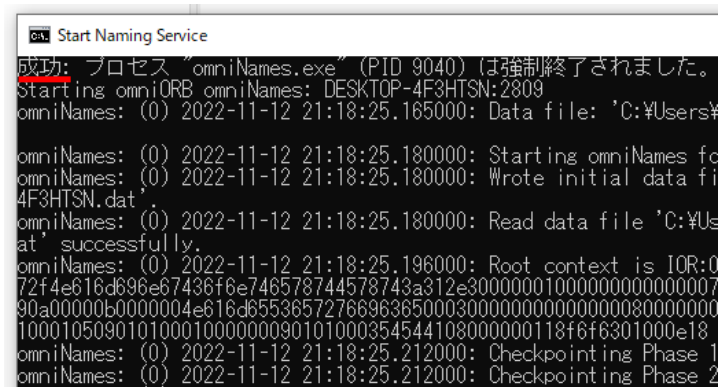

図 27 [Start Naming Service]のコンソール左上に[成功]と表示された状態
- ⑧ 図 27 のように, 表示された[Start Naming Service]のコンソール左上に[成功]と表示されていることを確認し, コンソールウィンドウを最小にする.